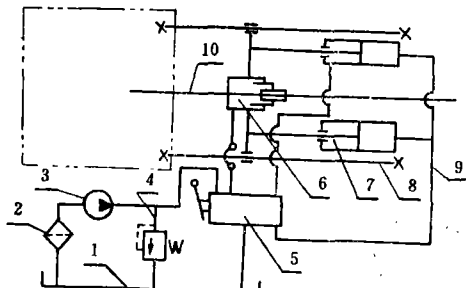

图4
3.油压操纵系统 功能为使钻杆夹紧,并平稳地向轧辊进给。油路系统如图4。大部分零件用 XU—300型钻机液压件。油泵泵量为25公升/分,工作压力为65公斤/厘米²,转速为950转/分。